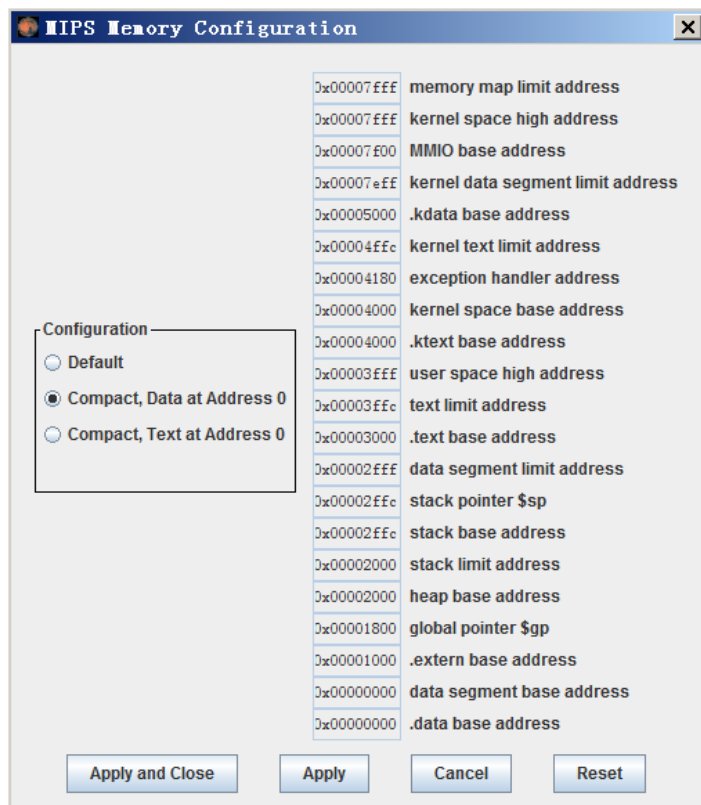

Figure2 MIPS 存储配置模式(MARS memory configuration)
- a) 现场测试用的测试程序将通过 MARS 产生,其配置模式如 Figure2 所示。